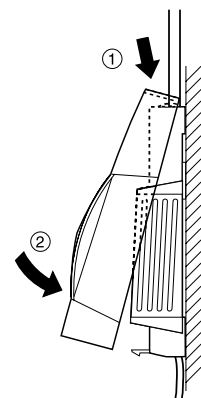

Figure 4: Remplacez le couvercle du boîtier
- ▶ Remplacez le couvercle du boîtier par le haut puis verrouillez le par le bas (voir Figure 4).
- Remplacez le couvercle du boîtier par le haut puis verrouillez le par le bas (voir Figure 4).